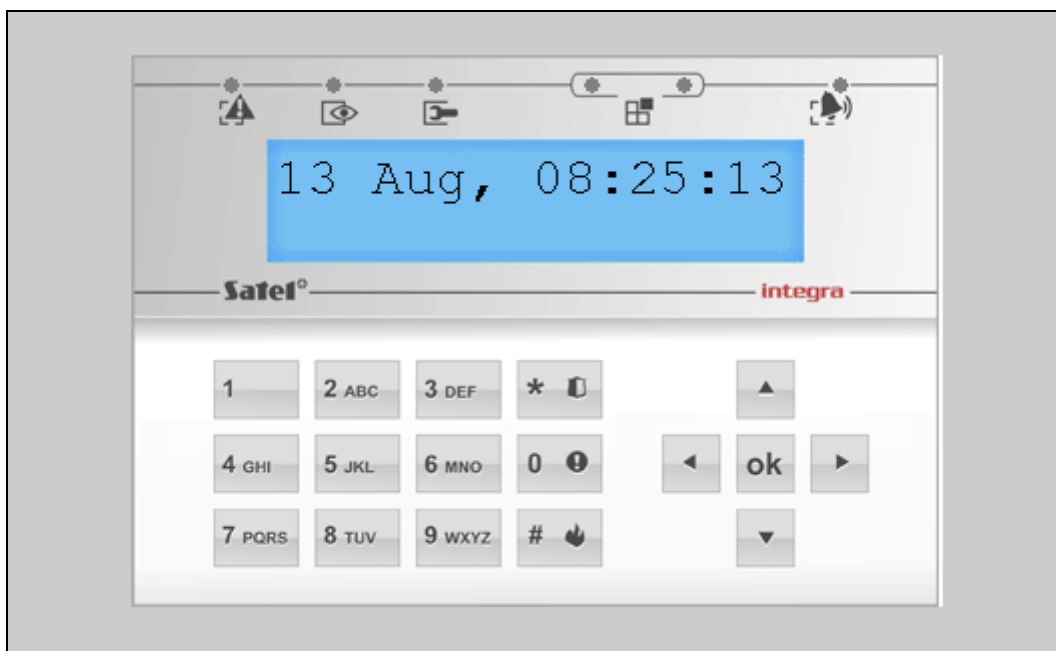

Fig. 14. Navegador Web: teclado virtual.
5. Aparecerá un teclado virtual en el navegador Web (fig. 14).